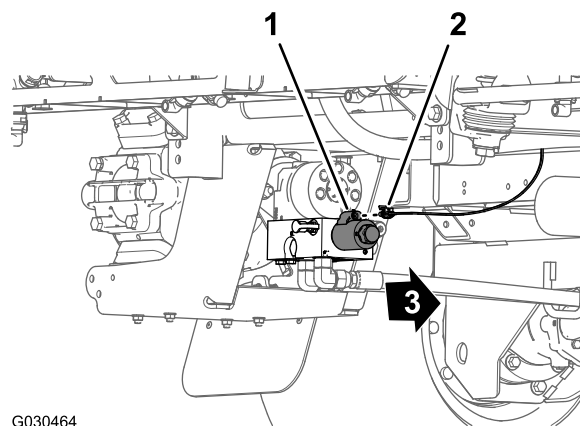

Figura 134
- En la parte trasera de la máquina (por dentro de la bomba de fumigación) conecte el conector hembra de 2 vías etiquetado **Spray Pump Solenoid** (solenoide de la bomba de fumigación) de la rama de 86 cm del arnés de cables al conector de 2 pines del relé de la bomba (Figura 134).